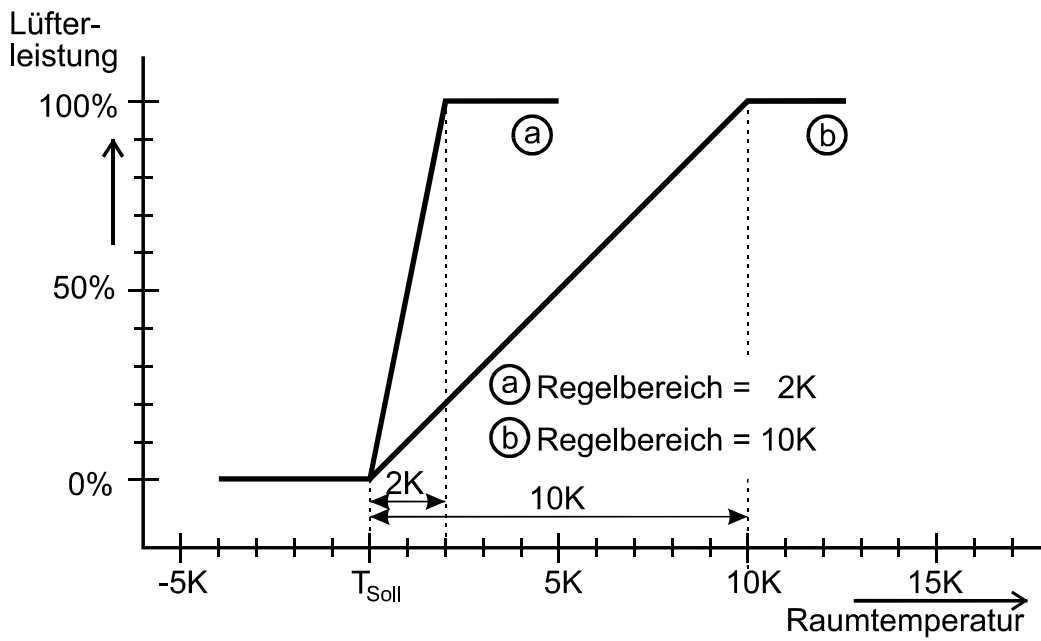

Bild 1: Grundfunktion der Lüftungsregelung
- Bild 1: Grundfunktion der Lüftungsregelung